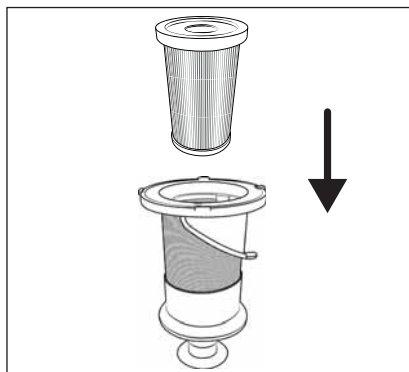

Fig. 22
- No gire el filtro de acero inoxidable ⑤ mientras lo inserta en el depósito de polvo ⑥. Observe también las dos marcas de puntos en el filtro de acero inoxidable ⑤ y en el depósito de polvo ⑥ para colocar bien el filtro de acero inoxidable ⑤.
- 7) Inserte el filtro HEPA ④ en el filtro de acero inoxidable ⑤ (consulte la fig. 22).